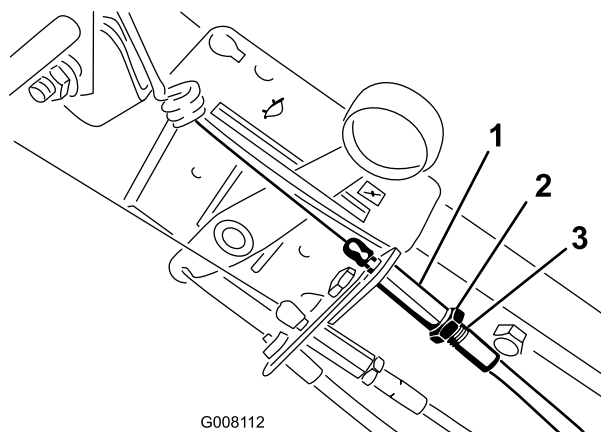

Figura 31
4. Riportate il regolatore del cavo sulla stegola in modo che siano visibili 6 mm di filettatura, quindi stringete il dado (Figura 31).